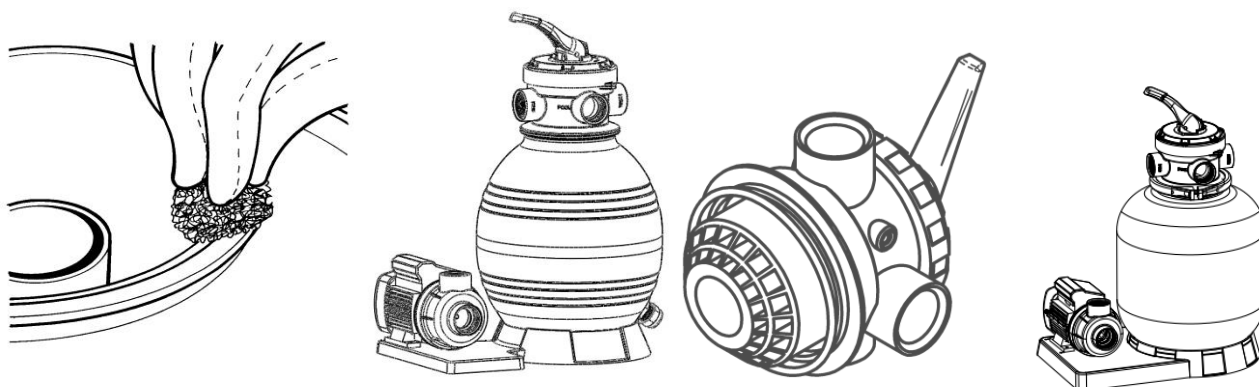

Abb.5
5. Nehmen Sie den Trichter ab und reinigen Sie den Rand der Behälteröffnung sorgfältig von Sandrückstände. Um die Inbetriebnahme zu erleichtern, wird empfohlen, den Sandfilterbehälter zu $\frac{3}{4}$ mit Wasser zu befüllen. Dann montieren Sie das 4-Wege Ventil und die Filterdichtung (O-Ring, Abb. 5) Die Verbindung erfolgt mit einem Spannring. Der Spannring wird mit Spannringschraube und Spannringsmutter verschraubt.